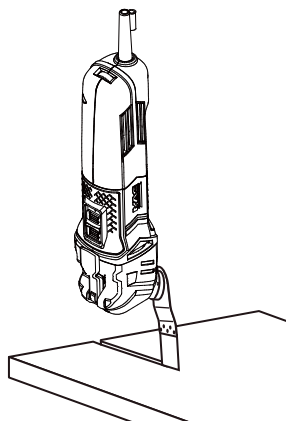

Fig. 17
- > Cuando utilice la hoja de sierra de inmersión (8/10), levante la hoja de sierra/producto de la pieza de trabajo y repita los pasos de corte mencionados anteriormente (Fig. 17).